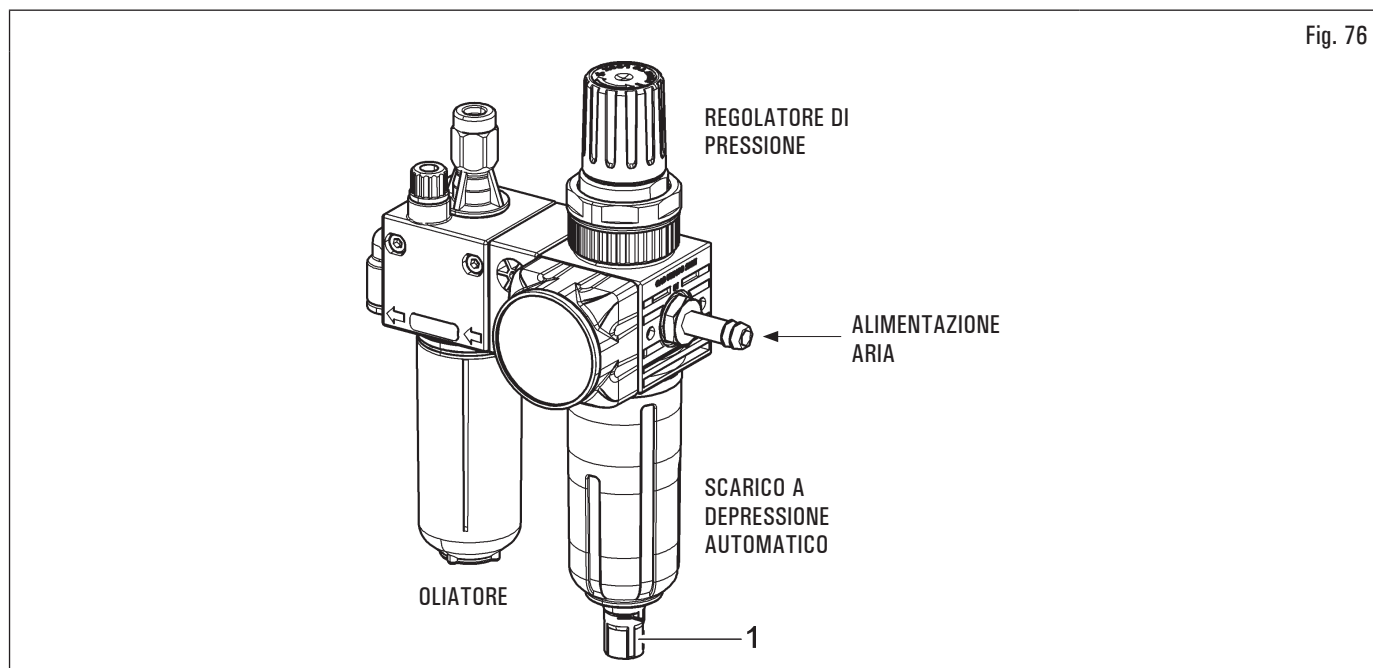

Fig. 76
- Il gruppo di condizionamento è dotato di uno scarico a depressione automatico quindi non necessita di nessun intervento manuale da parte dell'operatore (vedi Fig. 76).
Per garantire una buona funzionalità ed evitare la condensa nei gruppi trattamento aria con scarico semi-automatico, occorre verificare che la valvola (Fig. 76 rif. 1), situata sotto il tappo, sia nella posizione corretta. Il tappo deve essere ruotato correttamente per attivare una corretta funzione di scarico.